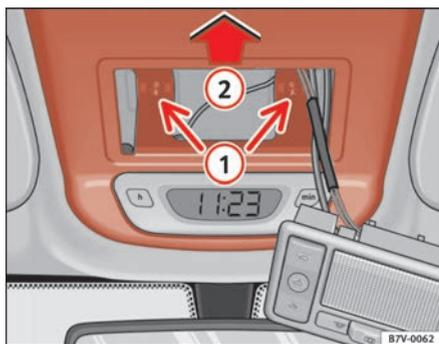

Fig. 68 Azionamento d'emergenza
- Cambiare la punta del cacciavite e svitare le due viti a stella (1) ⇒ fig. 68.
- Spostare la copertura nel senso della freccia (2) e rimuoverla. ⇒ fig. 68.